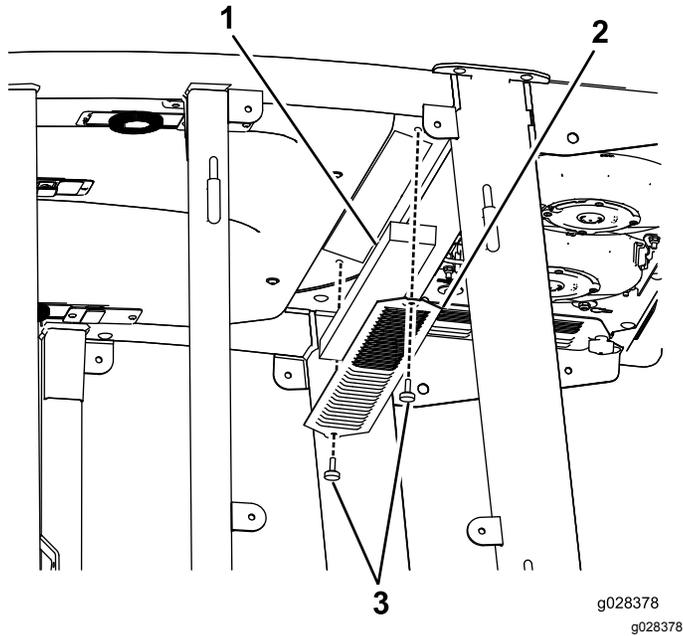
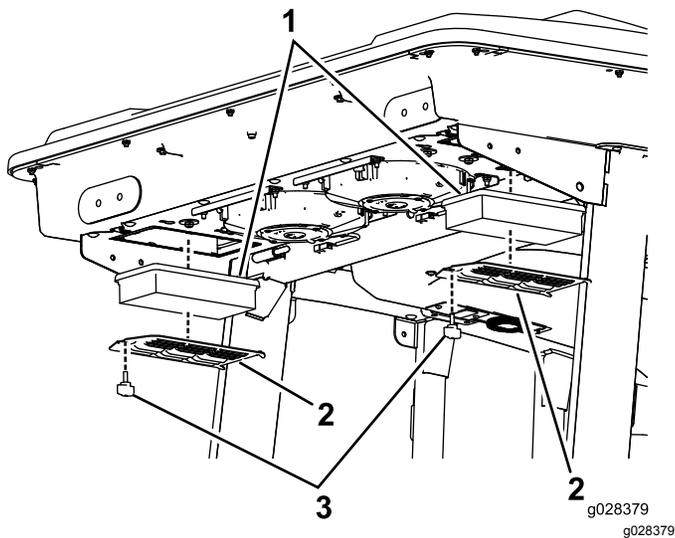
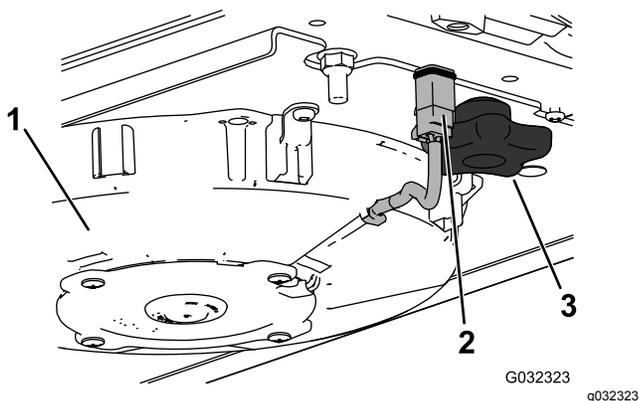
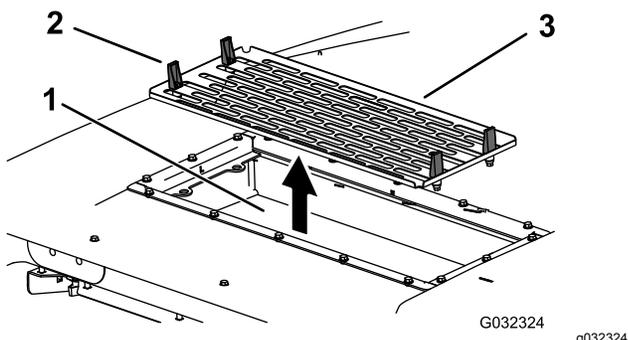

Figura 135
Figura 136
Figura 138
Figura 139
1. Retire los tornillos y las rejillas que cubren el filtro interior y el trasero de la cabina (Figura 135 y Figura 136).
2. Desconecte el cable de cada ventilador (Figura 138).
4. Abra los cuatro cierres del conjunto del aire acondicionado y retire la rejilla (Figura 139).
5. Retire los filtros de aceite (Figura 136).
7. Instale los filtros de aire, la rejilla y el conjunto del ventilador (Figura 136, Figura 138 y Figura 139).
8. Conecte el cable de cada ventilador (Figura 138).